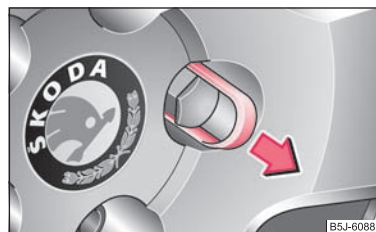

Fig. 153 Înlocuirea roții: Scoaterea capacului prezoanelor de roată
- Trageți capacul cu **brida din material plastic** ⇒ fig. 153.